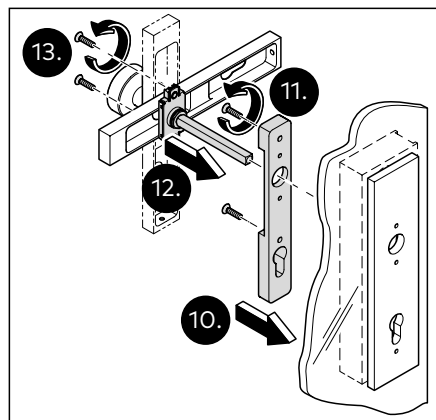

Abb. 26 Die Grundplatte an der Schlosstasche fixieren
- Die Grundplatte auf die Schlosstasche setzen (Abb. 26).